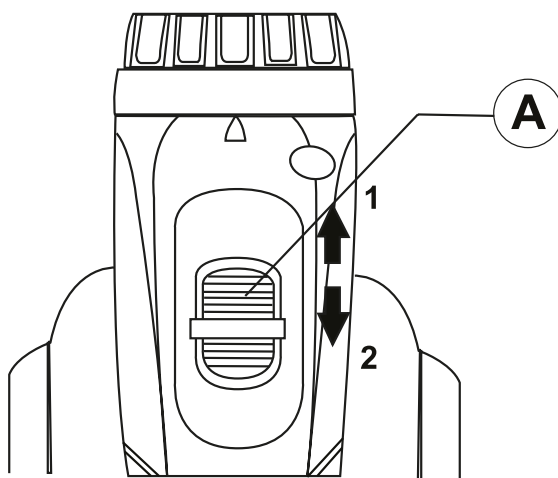

Рисунок 4. Схема перемикачів діапазонів швидкостей.
1. Встановити один із двох режим швидкості обертання перемикачем (2, рис. 4), (А, рис. 4).
4. Повзунок механічного перемикача діапазонів швидкостей (А, рис. 4) перевести в положення низької швидкості обертання.